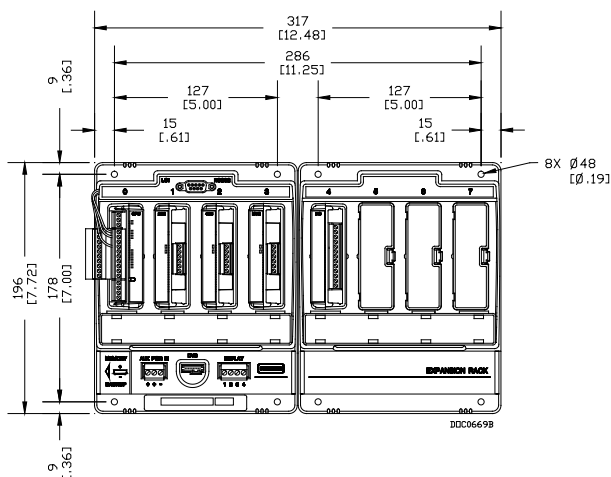

Figura 4. Dimensioni dell'FB107 e del rack di espansione
- Unità principale e rack di espansione. Posizionare l'unità principale sulla piastra di montaggio dell'alloggiamento e individuare i fori di montaggio sulla piastra usando l'FB107 come una matrice. Per le dimensioni dell'unità principale con rack di espansione, vedere la *Figura 4*. Forare e maschiare fori di montaggio nella piastra con un maschiatore 8-32 UNC. Posizionare l'unità principale sulle posizioni maschiate e fissarla alla piastra con le quattro viti 8-32 UNC x 1,00" fornite. Non serrare completamente. Installare il rack di espansione nell'unità principale e, tenendolo in posizione, contrassegnare le posizioni dei fori di montaggio del rack. Rimuovere con cautela il rack di espansione, quindi forare e maschiare i fori di montaggio nella piastra con un maschiatore 8-32 UNC. Installare il rack di espansione nell'unità principale e fissarlo alla piastra con le quattro viti 8-32 UNC x 1,00" fornite. Serrare le otto viti di montaggio a circa 1,1 - 1,4 N-m.